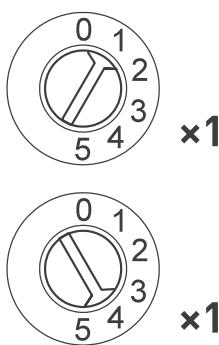

Рисунок 2. Адрес 41.
- 3.3. Установите DALI-адрес, соответствующий адресу управляемого диммера. Адрес устанавливается двумя вращающимися переключателями. Первым переключателем устанавливаются единицы, вторым — десятки. На Рис. 2 показан пример установки адреса 41. Максимально возможное количество адресов и устройств нашине DALI — 64 адреса.